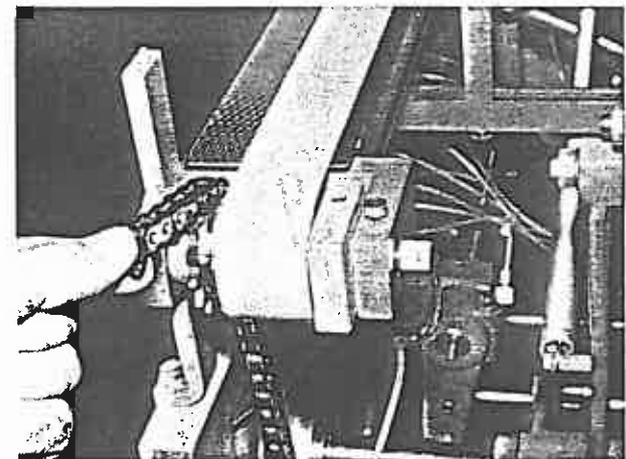

Bild 74
9. Kette von den Kettenrädern abnehmen (Bild 74).